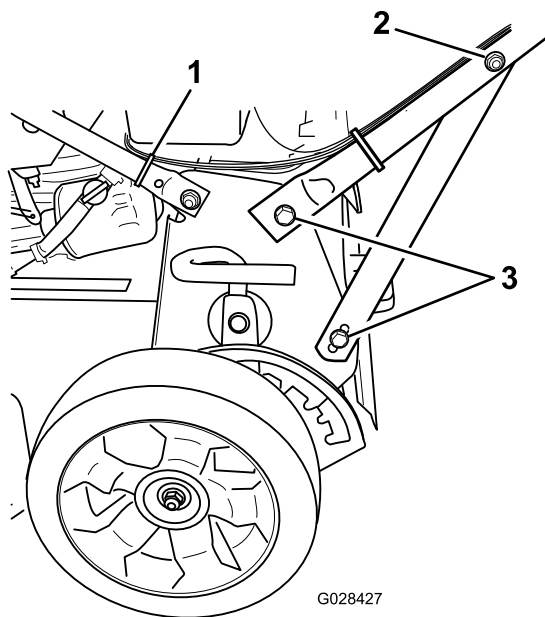

Рисунок 5
4. Затяните детали крепления рукоятки с обеих сторон машины, как показано на Рисунок 5.
5. Установите кабельную стяжку, чтобы прикрепить тросы к нижней рукоятке в месте, показанном на Рисунок 5, и отрежьте лишнюю длину стяжки.